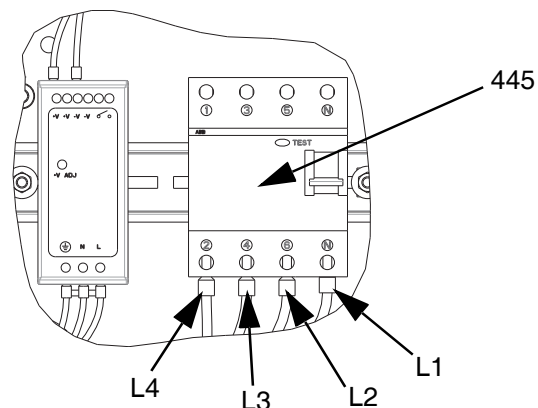

FIG. 18
- Conecte los cables L1, L2, L3 y L4 del módulo de expansión al disyuntor (445) como se muestra en la FIG. 18.
- Conecte los cables de tierra al terminal de conexión a tierra (455) aflojando la tuerca (437) del mazo de cables.